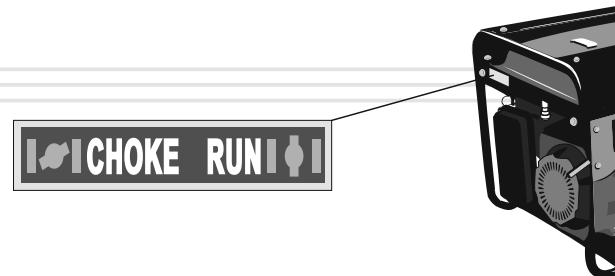

рисунок 6
2. В случае если Вы запускаете холодный двигатель (или же температура воздуха низкая – ниже, чем +15 °C), переместите рычаг воздушной заслонки в положение «CHOKE» (см. рис. 6). В данном положении воздушной заслонки происходит обогащение топливной смеси, что
6. После того, как двигатель будет прогрет, необходимо убрать обогащение топливной смеси. Для этого переместите рычаг воздушной заслонки в положение «RUN» (см. рис. 6). Изменять положение воздушной заслонки следует плавно, чтобы не заглушить двигатель обедненной топливной смесью.
После наработки 25 часов следует сменить масло. Рекомендуется сделать дополнительную промывку: залить такое же моторное масло и дать поработать двигателю 10 мин. Слить промывочное масло и залить новое масло. Моторное масло для промывки следует подбирать исходя из температуры окружающей среды (рис. 6).